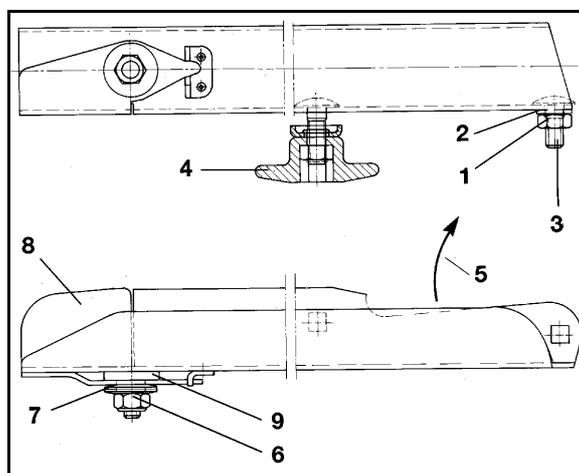

Fig. 79
1. Aflojar las tuercas autofijantes (Fig. 79/1).
2. Quitar la arandela (Fig. 79/2) y el tornillo de cabeza redondeada (Fig. 79/3).
3. Aflojar la tuerca de mariposa (Fig. 79/4) y cambiar la paleta distribuidora.
Apretar la tuerca autofijante (Fig. 79/1) de modo que la paleta distribuidora se pueda girar manualmente.
Preste atención al correcto montaje de las paletas distribuidoras. El lado abierto de las paletas en forma de U está en el sentido de giro (Fig. 79/5).